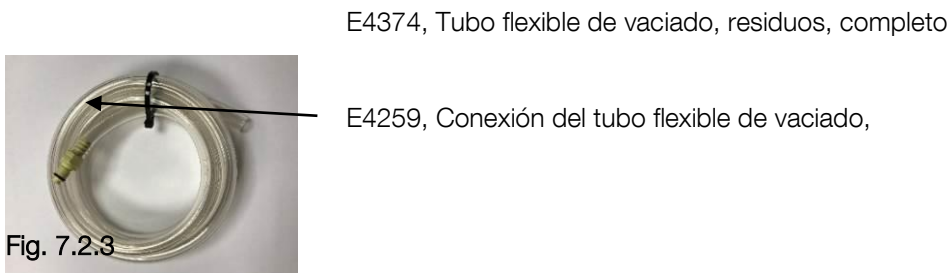

Fig. 7.2.3
- 1 Tubo flexible de vaciado (Ø 14,3 mm) con conexión, E4374, Fig. 7.2.3